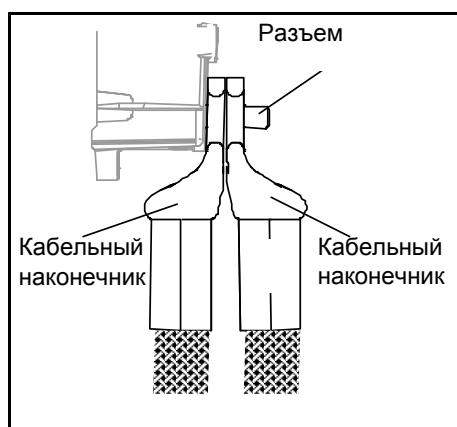

Рисунок 37. Placing two cable lugs on top of each other
- ПРИМЕЧАНИЕ.** Если в одном разъеме используется несколько кабелей, следите за тем, чтобы кабельные наконечники располагались друг над другом. См. рис. 37 ниже.